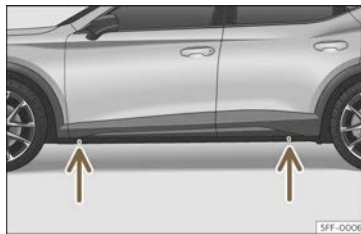

Abb. 254 Aufnahmeplätze für den Wagenheber.
- Suchen Sie am Längsträger die Markierung des Wagenheberaufnahmeplatzes (Eindrückung), die dem zu wechselnden Rad am nächsten liegt >>> (Abb. 254).